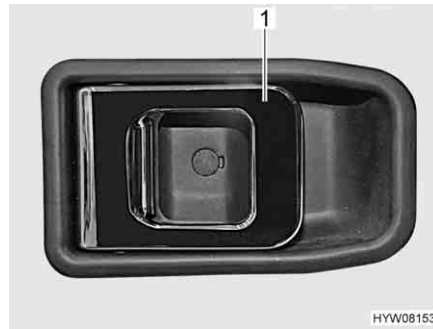

Fig. 28 Serratura della porta (porta conducente/porta di ingresso, lato interno)
**Apertura:** ■ Tirare la maniglia (Fig. 28,1). La serratura della porta si sblocca o apre.
**Bloccaggio:** ■ Premere la maniglia (Fig. 28,1). La serratura della porta si blocca.